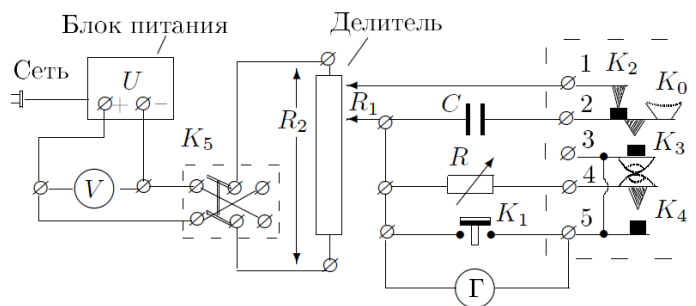

Рис. 1: Схема установки для работы гальванометра в стационарном режиме
Выполняется с помощью той же цепи, что и на рис. 1.
1. Соберём схему согласно рис. 1. Снимем зависимость отклонения зайчика  $x$  от сопротивления магазина  $R$ , увеличивая сопротивление магазина, но не меняя делителя. Результаты запишем в табл. 1. Ток в цепи рассчитаем по формуле (1) ( $R_1/R_2 = 1/2000$ ,  $U_0 = 1.47$  В,  $R_0 = 280$  Ом.)